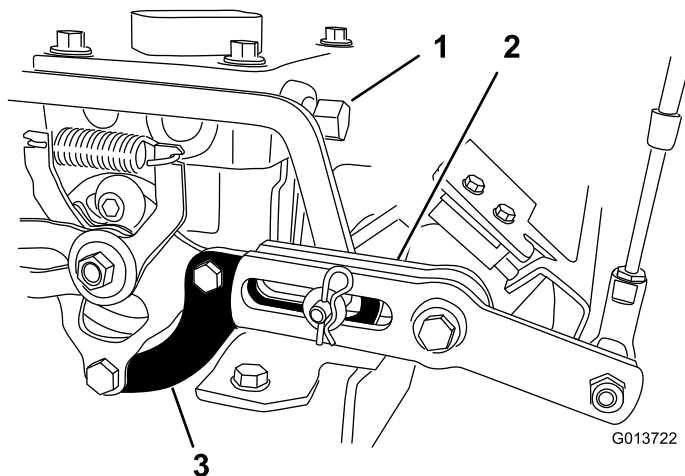

図 4
1. ポンプ・アームについているナットとボルト（各2）を外す（図 4）。外したボルト・ナットは捨てないこと。
2. フォークからポンプ・アームを取り外す（図 4）。